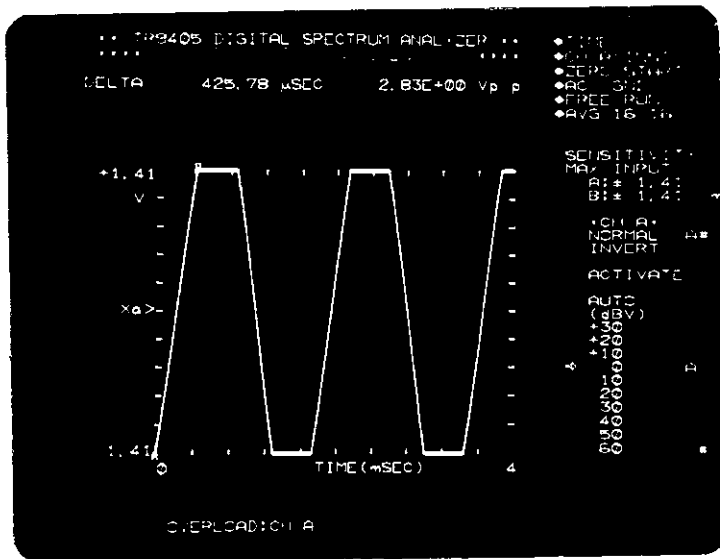

図 4-12 OVERLOAD表示
過入力検出 1、過入力検出 2 および同相過入力検出によって、振幅および周波数レンジに対して過入力が検出された場合、検出されている間中②の **OVERLOAD** ランプが点灯し、“ピィ”という連続音を発します。また、CRT ディスプレイ上には〔図 4-12〕に示しますように、左下に “**OVERLOAD: CH-A**” (チャンネル A が過入力) と表示されます。チャンネル A、B とも同様な動作を実行します。